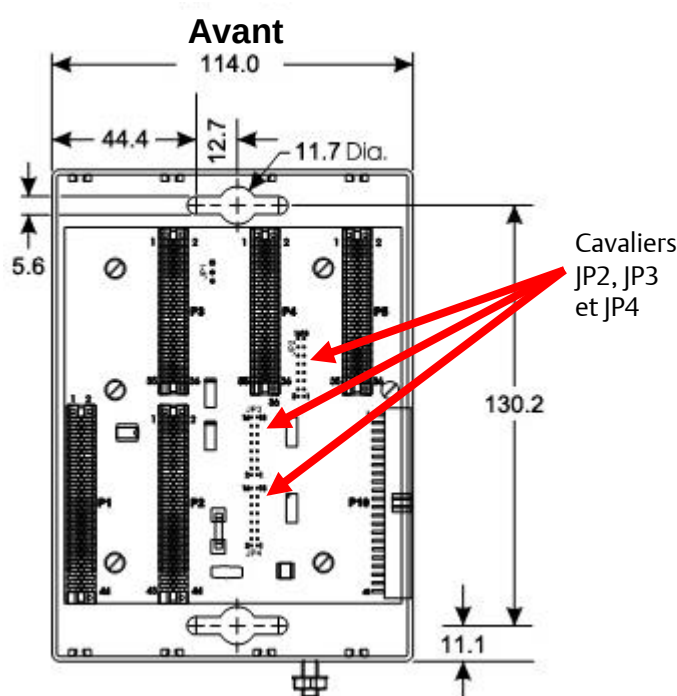

Figure 2. Dimensions du boîtier de base à 4 emplacements ControlWave Micro (en millimètres)
- Boîtier de base. Positionnez comme souhaité sur la plaque de montage et repérez l'emplacement des orifices de fixation sur la plaque en utilisant le ControlWave Micro comme modèle. Voir *Figure 2* pour les dimensions. Percez et taraudez les orifices de fixation dans la plaque. Positionnez le ControlWave Micro au-dessus des emplacements taraudés et fixez-le à la plaque avec 4 vis (non fournies). Serrez les vis au couple de 1,1 à 1,4 N.m environ.
Remarque : en cas de fixation d'un boîtier d'expansion à un boîtier de base à 4 ou 8 emplacements, déposez les trois terminaisons de bus (JP2, JP3 et JP4 illustrés *Figure 2*) de la face arrière du boîtier de base.
Les boîtiers de base possèdent un plot de masse (voir *Figure 2*) qui peut recevoir des fils mesurant jusqu'à 5,19 mm. Après avoir installé le boîtier de base et tout boîtier d'expansion, et avant d'installer tout module, vous devez acheminer un câble de mise à la terre entre du boîtier de base et une bonne prise de terre. Toutes les prises de terre doivent posséder une tige de mise à la terre ou une grille d'impédance de 2,0 ohms ou moins, à mesurer avec un testeur de système de mise à la terre. Le conducteur de